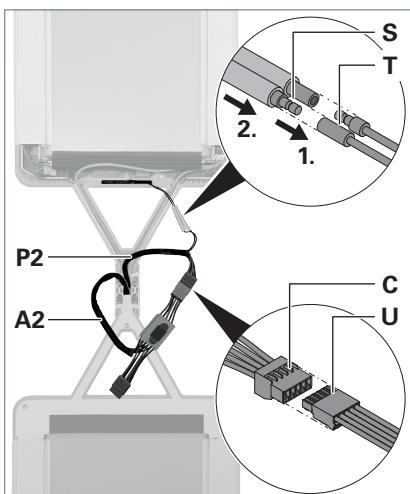

Fig. 15: Brancher les câbles d'alimentation, brancher l'antenne.
- ▶ Branchez le câble d'alimentation **P2** du bras vertical au câble d'alimentation **A2** du jeu de câbles en insérant le connecteur femelle **U** dans le connecteur mâle **C**, voir Fig. 15.